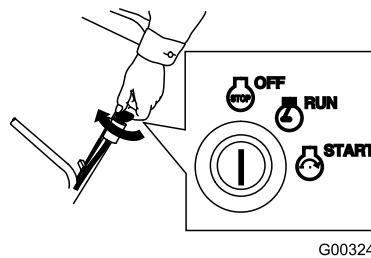

Figure 22
1. Tournez la clé de contact en position contact coupé (Figure 22).